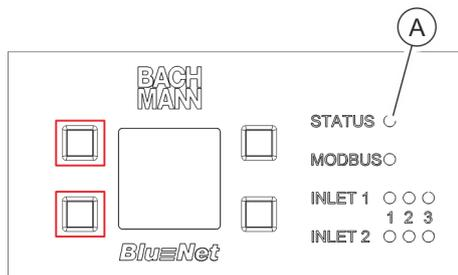

Fig. 85 : Écran avec boutons de commande
5. ➤ Appuyer sur les boutons à gauche à côté de l'écran pendant le redémarrage (Fig. 85 /indiqués en rouge).
6. ➤ Attendre que la DEL d'état s'allume en blanc (Fig. 85 /A).
7. ➤ Relâcher les deux boutons à gauche à côté de l'écran (Fig. 85 /indiqués en rouge).